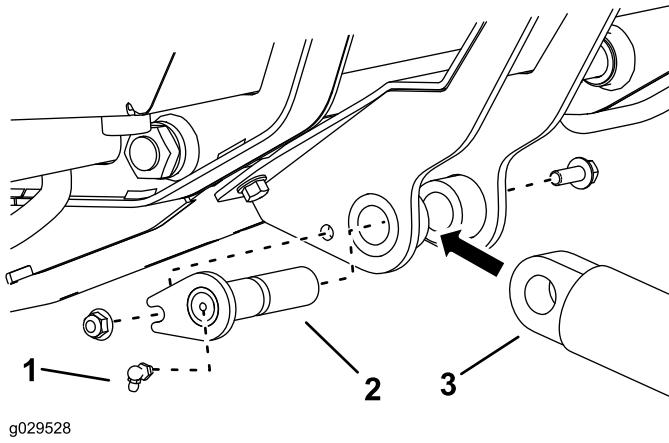

Figura 6
- Montate l'estremità libera del cilindro idraulico sul gruppo di supporto del cilindro con un perno girevole del supporto del cilindro, un bullone (3/8 x 1-1 poll.) e un dado (3/8 poll.) come mostrato nella Figura 6.
- Avvitate un raccordo di ingrassaggio sull'estremità del perno girevole come mostrato nella Figura 6.